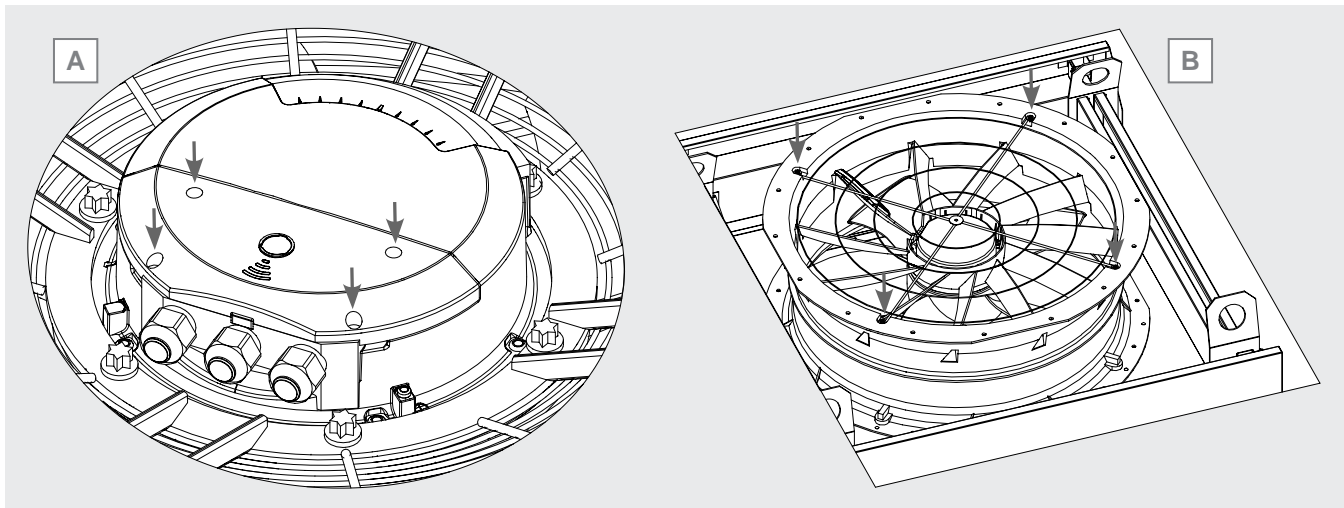

Figura 36
- motoventilatore ad attacco radiale e planare: la scatola è normalmente accessibile. Svitare le viti che fissano il coperchio e rimuoverlo. Conservare il coperchio in luogo idoneo. Forma, dimensioni e punti di fissaggio del coperchio variano in base alla marca e al modello di ventilatore: a titolo di esempio, si veda la Figura 36 A.
- motoventilatore con bocchaglio integrato: svitare le viti che fissano la griglia del motore al bocchaglio. Si veda la Figura 36 B. Rimuovere la griglia e conservarla in luogo idoneo. Individuare la scatola del motore. Svitare le viti che fissano il coperchio e rimuoverlo. Conservare il coperchio in luogo idoneo. Forma, dimensioni e punti di fissaggio del coperchio variano in base alla marca e al modello di ventilatore: a titolo di esempio, si veda la Figura 36 A.